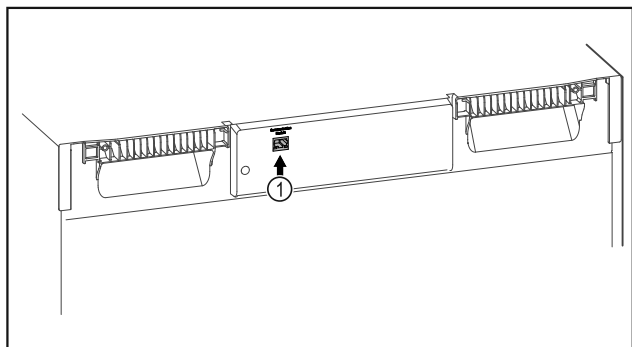

Fig. 73
- ☐ Założono SmartModule Fig. 73 (1).